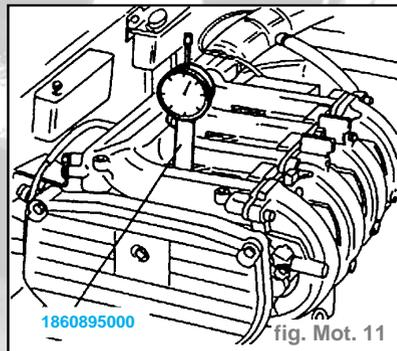

fig. Mot. 11
- Enlever les bougies et positionner le comparateur au niveau du cylindre N°1 à l'aide du support correspondant **1860895000** ; tourner le vilebrequin jusqu'à relever le PMH (fig. Mot. 11).